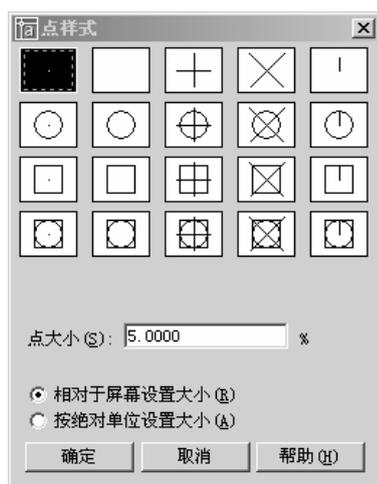

图 2-41 “点样式”对话框
① 设置点样式：在绘制点以前，要先设置所需要的点样式（默认样式为圆点“·”）。选择“格式”→“点样式”命令，弹出“点样式”对话框（见图 2-41）。